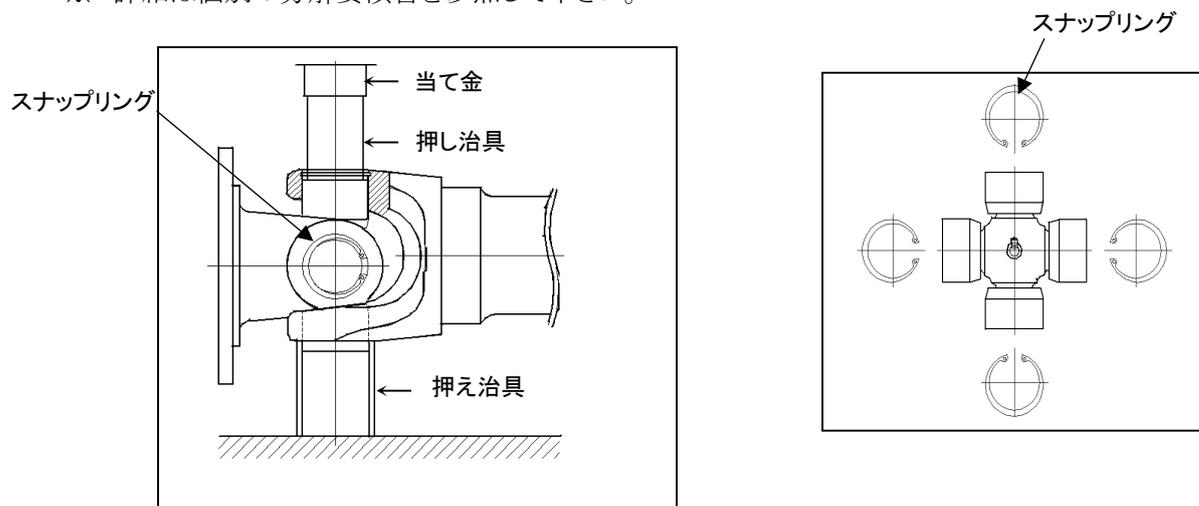

図11 クロスキット部(クロス・ベアリング)の分解
(1) Aシリーズ (図11)
- ① スナップリングプライヤなどを用いて、スナップリングをヨークから取り外します。
- ② 治具を使用してプレス機によりベアリングを押して取り外します。同様に4個のベアリングを、ヨークから取り出します。この際、ベアリング外面、ヨークのベアリング穴の内側、および穴端面、クロスピン部に傷をつけぬように十分注意して下さい。
- ③ クロスをヨークから取り外します。
- ④ 他のクロスキット部(クロス・ベアリング)についても、同様の作業を繰り返して下さい。